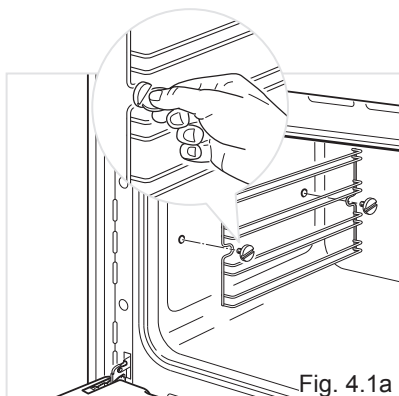

Fig. 4.1a
- Montare i telai laterali fissandoli alle pareti del forno con 2 viti (Fig.4.1a).